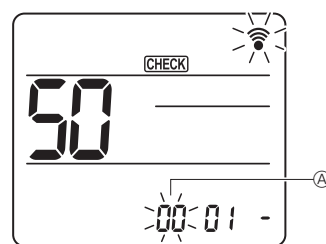

Fig. 6-17
- ② Impostazione del numero dell'unità
Premere il pulsante [5] per impostare il numero di unità ①. (Fig. 6-17)